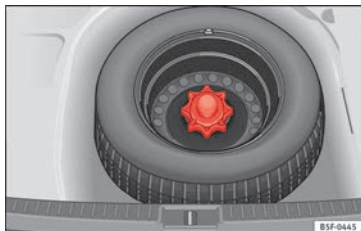

Fig. 248 Rueda de emergencia: piso de carga alzado.
- Alce el piso de carga y manténgalo en posición elevada para poder sacar la rueda de emergencia »» **fig. 248**.